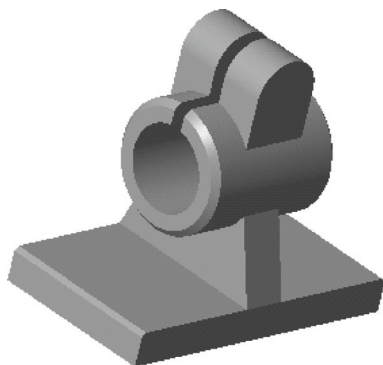

图 12-31 打开模型文件
STEP 01 单击快速访问工具栏中的“打开”按钮，打开模型文件，如图 12-31 所示。